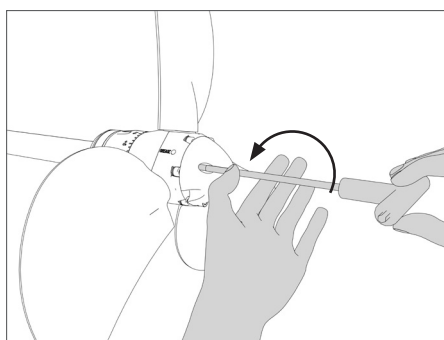

FIG. 31 | Svitamento viti punta
- Rimuovere la punta **C** svitando le viti inox **D** (Fig. 31 - 32 - 33).